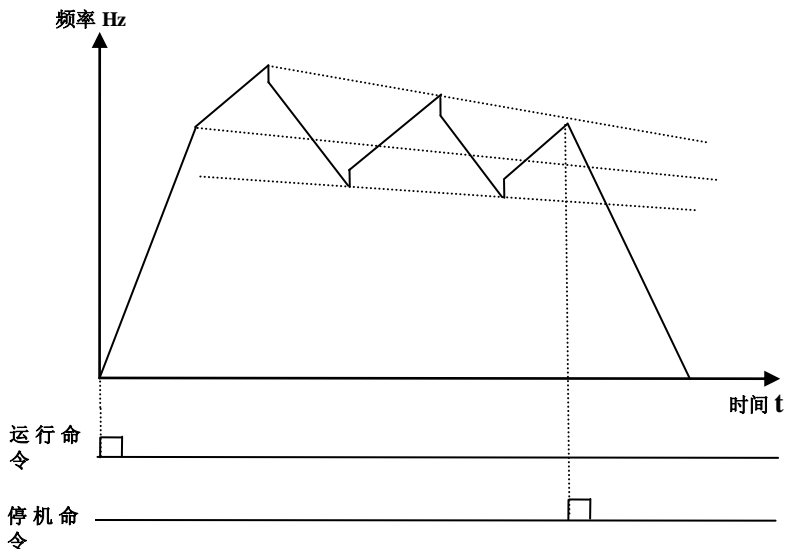

图 6-7 摆频模式 2 工作示意图
- F235=2, 摆频模式 2, 中心频率递减模式, 工作过程如图 6-7 所示。